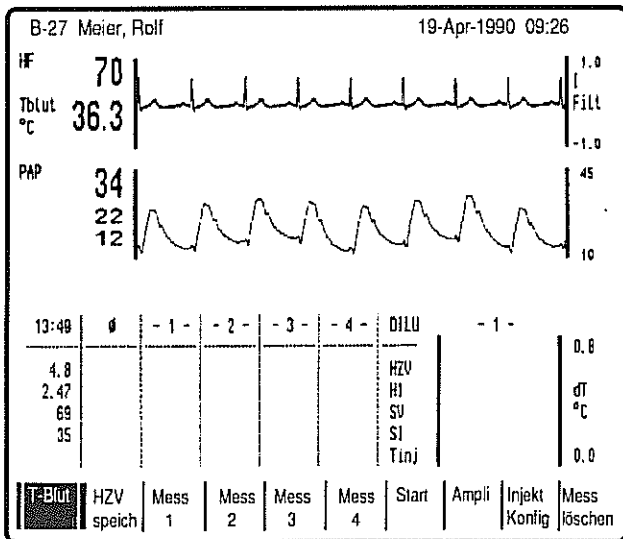

Bild 14
* Am Ende der Meßreihe drücken Sie Taste **F2 HZV speich**. Damit werden die Mittelwerte in die Hämodynamiktable übernommen. In der ganz linken Spalte werden diese zuletzt abgespeicherten Mittelwerte einschließlich der Uhrzeit bis zum nächsten Abspeichern dargestellt (Bild 14).